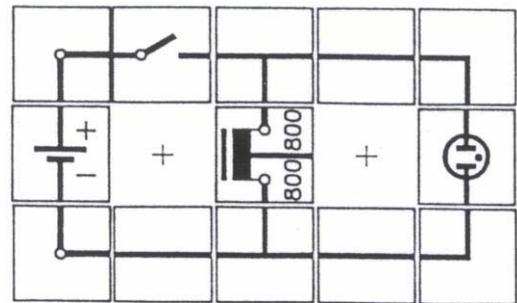

Abb.2
- Schaltung wie in der Abbildung 2 aufbauen